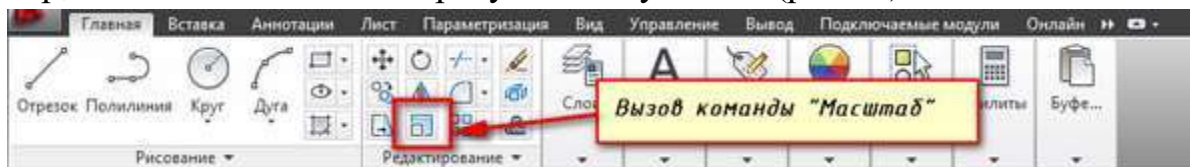

Рисунок 48 – Выбор команды «Масштаб»
1. **Вкладка "Главная" → панель "Редактирование"**. После чего Вам необходимо указать щелчком ЛКМ объект масштабирования. Чтобы закончить выбор, нажмите "Enter" или правую кнопку мыши (рис.48).